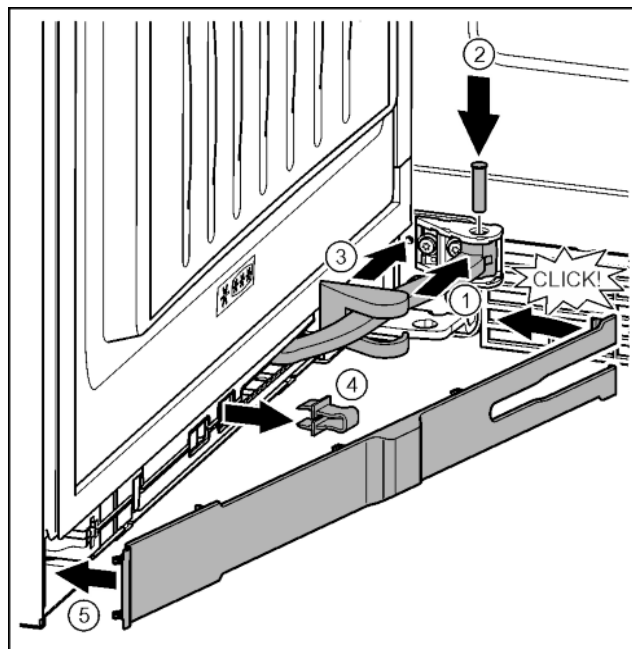

Fig. 42
- ▶ Повернуть шарнир в навеску. Fig. 42 (1)
- ▶ С помощью отвертки T15 вставить палец в навеску и шарнир. При этом следить за тем, чтобы выступ фиксатора занимал правильное положение в пазу. Fig. 42 (2)
- ▶ Переместить крышку опорного кронштейна вдоль шарнира и установить над навеской. Fig. 42 (3)
- ▶ Снять предохранитель. Fig. 42 (4)
- ▶ Установить накладку со стороны ручки и повернуть. Fig. 42 (5)